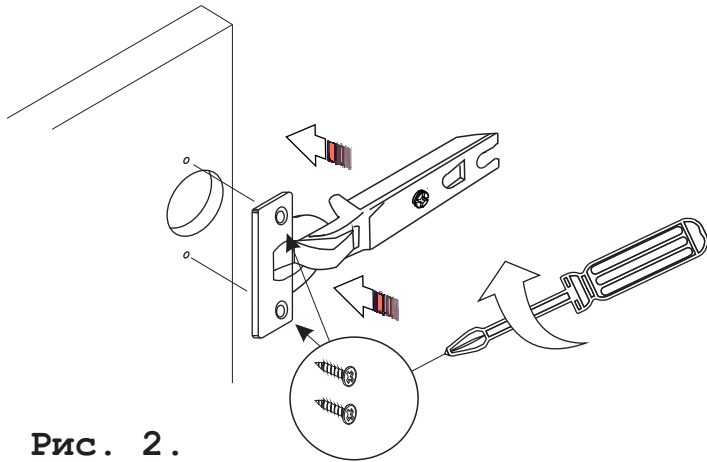

Рис. 2.
2. Приверните петли 15 к двери 6 (Рис. 2).